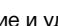

Рисунок 2
3. Кнопками  и  установите необходимое время через которое кондиционер отключится (см. рисунок 2).
3. Кнопками  и  установите необходимое время через которое кондиционер включится (см. рисунок 2).